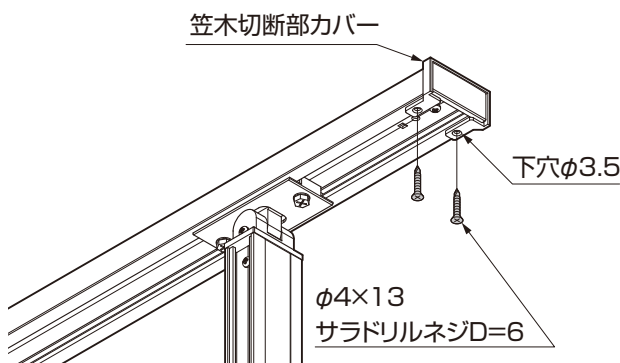

図3-2
- ② 笠木切断部カバーの穴にそって、ステンレスラッピング笠木にφ3.5の下穴をあけ、φ4×13サラドリルネジD=6で固定してください。(図3-2参照)